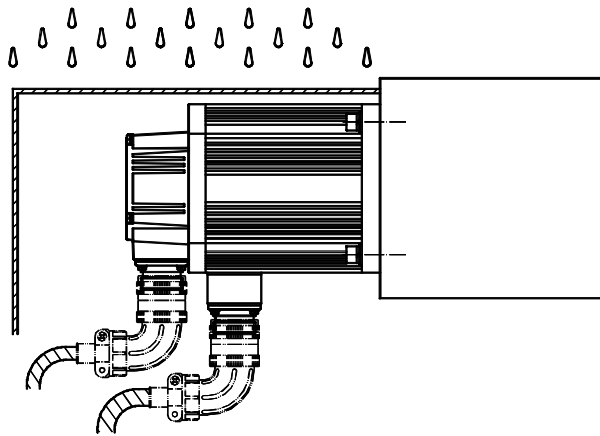

图 5
10.1 电动机结构按 GB 4208—1993《外壳防护等级（IP 代码）》标准的 IP65 等级进行防护，防止人体触及电动机内部危险部件，以及外来物质的干扰，保证电动机正常工作。但大部分切削液、润滑剂等液态物质渗透力很强，电动机长时间接触这些液态物质，很可能导致不能正常工作或使用寿命缩短。因此，在电动机安装使用时需采取适当的防护措施，尽量避免接触上述液态物质，更不能将其置于液态物质里浸泡（如图 5 所示）。
10.2 当电动机电缆排布不当时，可能会导致切削液等液态物质沿电缆导入并积聚到接插件处，继而引起电动机故障。因此，在安装使用时尽量使电动机接插件侧朝下（如图 5 所示）或朝水平方向布置。